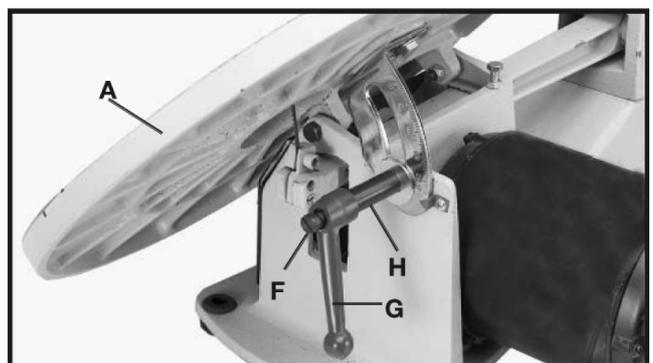

Fig. 10
8. Ponha o punho (G) Fig. 10 no pino de travamento (H) e aperte com o parafuso e a mola (F). Mova a bancada (A) na posição horizontal e trave a bancada (A) girando o punho no sentido horário.